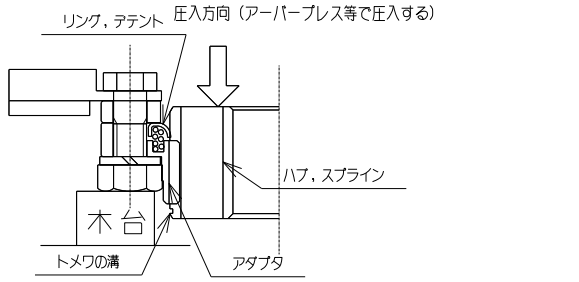

図1
- 図1のようにアダプタ端面からトメワの溝が出るまで、ハブ,スプラインをアーバープレス等で圧入してください。